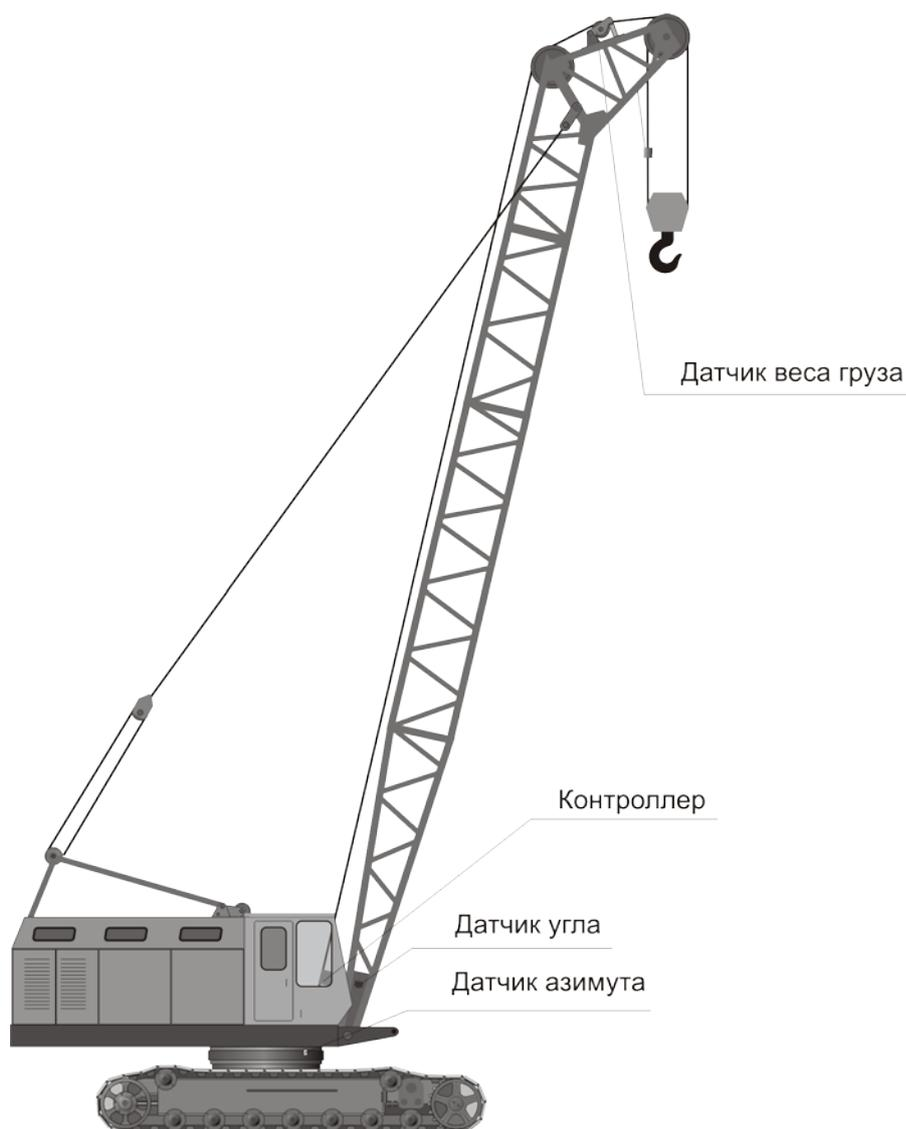
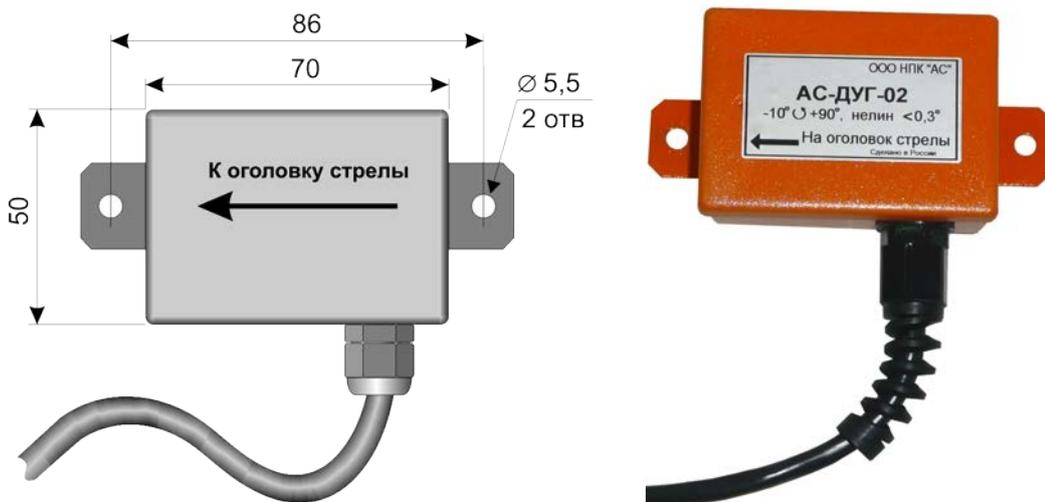

Рис.1
Рис. 6
- 5.1. Система АОГ, рис.1, состоит из составных частей:
6.2. Размещение элементов системы АОГ на кране показано на Рис.1.
6.6. Датчик угла наклона стрелы, Рис.6, представляет собой электронный потенциометр, приводимый в действие силой гравитации и преобразующий угол наклона стрелы в электрический сигнал. В стреловом исполнении единственный датчик угла установлен сбоку на корневой секции стрелы, Рис.1.